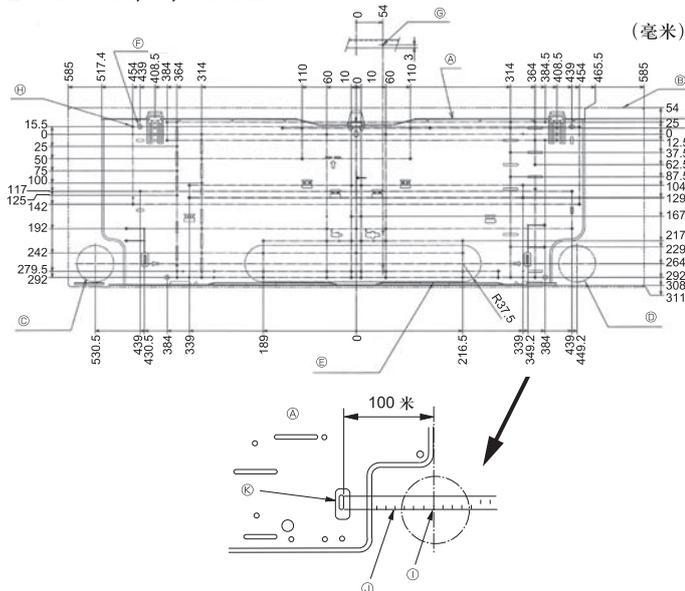

Fig. 3-2
①	安装板	1	装配在机器背面
②	自攻螺钉 4 × 25	7
③	毡带	2
④	L 形连接管	1
⑤	装填螺母	1
⑥	无线控制器	1
⑦	遥控器支座	1
⑧	碱性电池 (尺寸 AAA)	2
⑨	自攻螺钉 3.5 × 16	2
⑩	隔离物	1	利用包装材料
3.2. 安装墙壁固定装置 (Fig. 3-2)